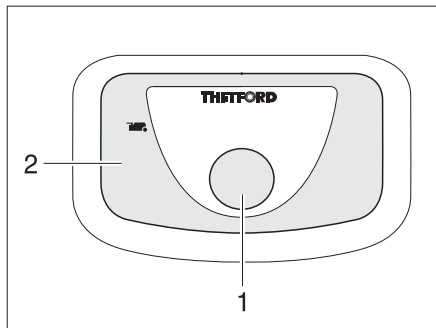

Fig. 104 Botón del inodoro/luz de control del inodoro Thetford
- ▶ Para lavar, pulsar el botón del inodoro azul (Fig. 104,1).
- La luz de control (Fig. 104,2) se enciende cuando es necesario vaciar el cassette Thetford.